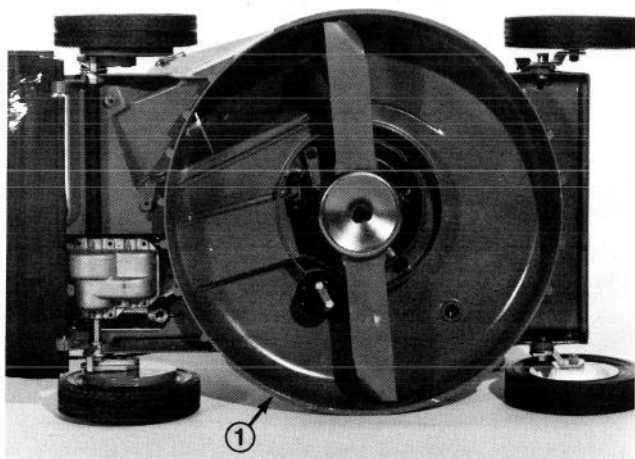

Abb. 35
2. Den Mäher auf die linke Seite legen (Abb. 35). Grasabfälle und Dreck mit einem Gartenschlauch wegspritzen oder mit einem Holzschaber wegkratzen.